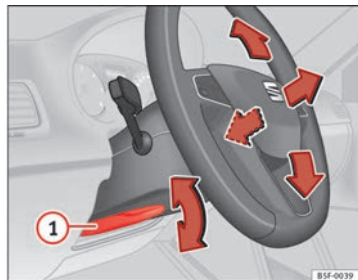

Abb. 89 Hebel auf der linken unteren Seite der Lenksäule
- Drücken Sie den Hebel ① ⇒ Abb. 89 nach unten ⇒ ⚠.